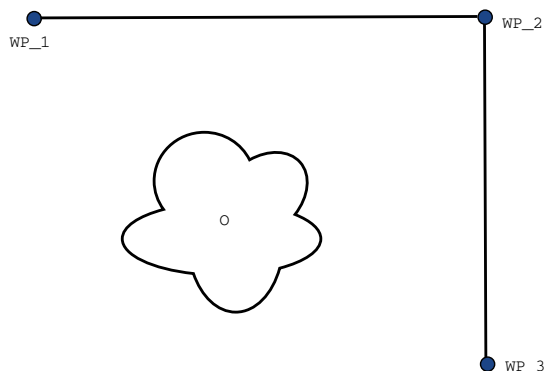

Figure 15.2: WP_1: 初期位置、WP_2: 通過点、WP_3: 持ち上げ位置、0: 障害物。
例 ピッキングのアプリケーションを例として考えた場合、(図15.2参照)、ロボットは現在ウェイポイント 1 (WP_1) にあり、ウェイポイント 3 (WP_3) で対象物を持ち上げる必要があります。対称物やその他の障害物との衝突を避けるため (0)、ロボットは WP_3 にウェイポイント 2 から来る方向で接近する必要があります (WP_2)。つまり、ウェイポイントは要件を満たすパスを作り出すために導入されています。